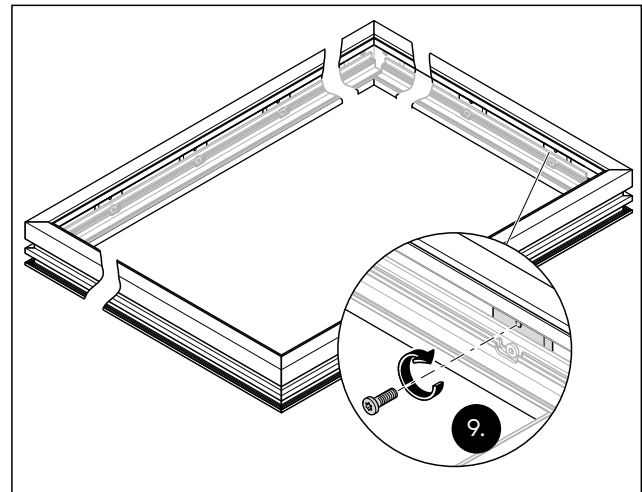

Abb. 19 Die Distanzstücke am Akustikelementrahmen fixieren
9. Die Distanzstücke mit Torxschrauben M5x18 mm am Akustikelementrahmen fixieren (Abb. 19).